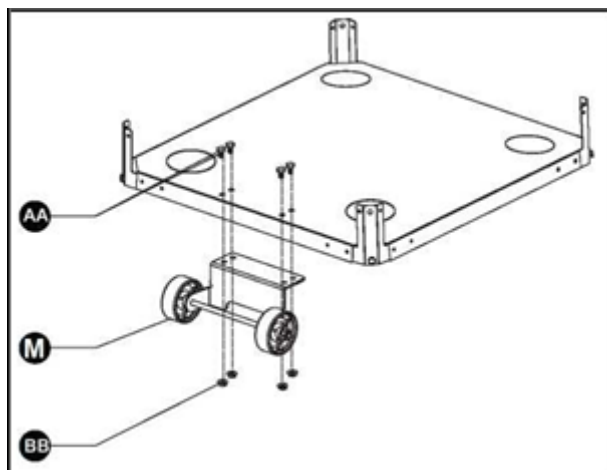

Рис. 4. Установка опоры с колесами.
1. Прикрепите опору с колесами (M) к нижнему основанию (N) с помощью 4 шт. болтов М6х10 (AA) и 4 шт. гаек М6 (BB), как показано на Рис.4.